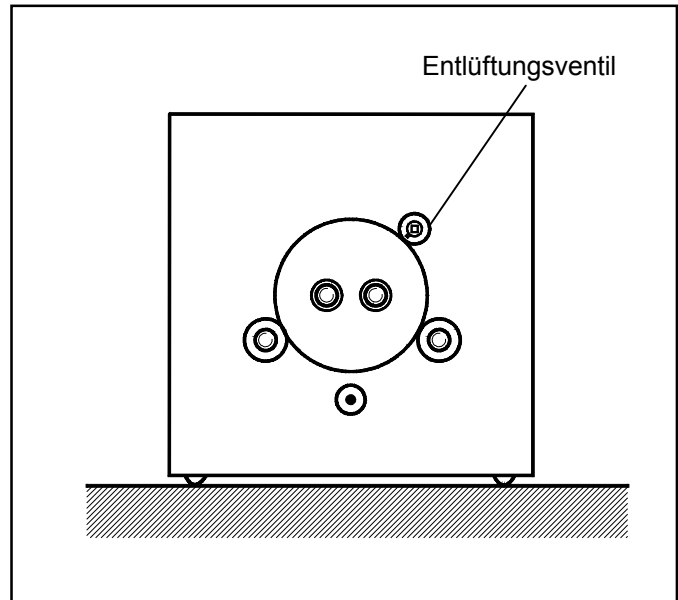

Abb. 11 Entlüftungsanschluss
- Bei hängender Montage die Heizschlange im Speicher über den separaten Entlüftungsanschluss auf der Anschlussseite entlüften (Abb. 11).